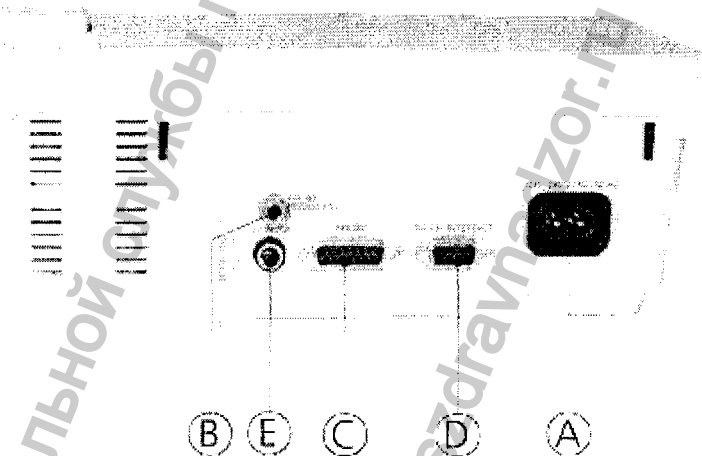

Рисунок 6. Задняя панель импедансометра MI 24.
Нажмите кнопку меню (8), на дисплее (5) появится главное меню (см. рис. 6). Выберите опцию "Калибровка" (Calibration) с помощью кнопки (10). Нажмите кнопку "Ввод" (13) и следуйте инструкциям на дисплее (5).